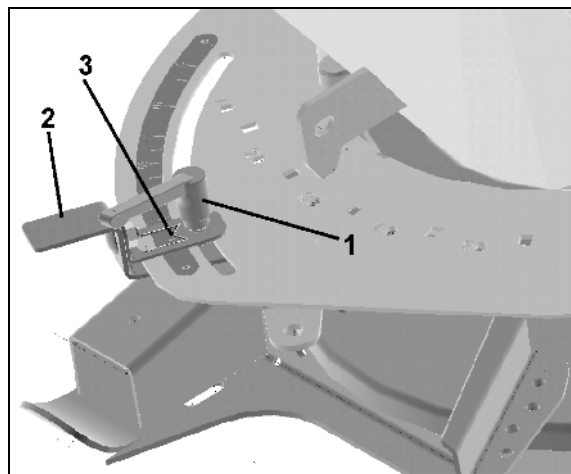

Fig. 36
1. Aflojar la palanca de desplazamiento (Fig. 36/1).
2. Ajustar la corredera (Fig. 36/2) de tal manera, que el indicador (Fig. 36/3) quede sobre el valor deseado de la escala.